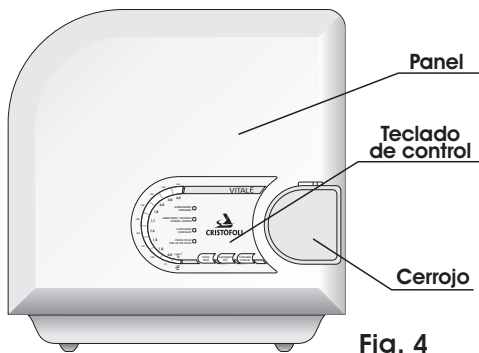
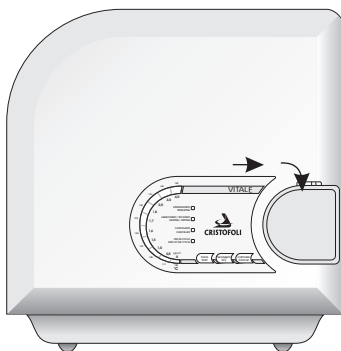

Fig. 4
Fig. 17
- 1► **PANEL** - Está ubicado en la parte frontal del autoclave, es hecho de plástico ABS inyectado, es donde se encuentra el teclado de control del autoclave (Fig. 4).
- 3► **TECLADO DE CONTROL** - Ubicado en el panel, es donde se quedan las teclas de control y los LEDs indicativos del autoclave (Figs. 4 y 5).
- 5► **CERROJO** - Está ubicado en la parte frontal del autoclave (Fig. 4). Es utilizado para abrir, cerrar y bloquear la puerta del autoclave (conjunto panel/tapa). Para verificar la posición correcta del cierre consulte las Figs. 17 y 18 (Pág. 13).
- c► Cierre la puerta del autoclave. Para cerrar correctamente, aún con la autoclave abierta y el cerrojo totalmente para la izquierda, cierre la puerta apretándola contra la cámara (cuba), mueva el cerrojo totalmente para la derecha y para abajo hasta el final del curso, el cerrojo deberá estar completamente nivelado con el panel, (Figs. 17 y 18). Para abrir la autoclave repita la operación de modo inverso;